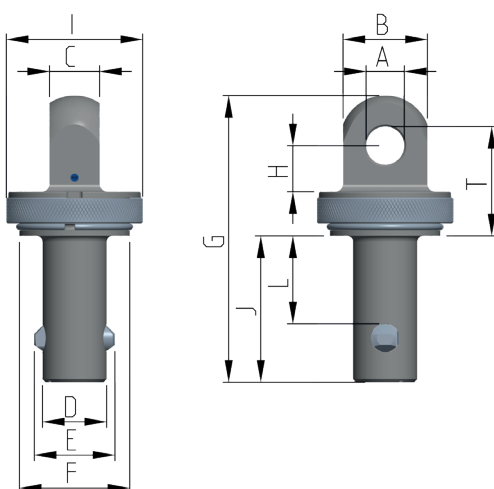

Abb. 15: Bemaßung
- Maß-Überprüfung der Tragelemente (vgl. Tabelle 3 / Abb. 15): Das Maß E darf um maximal 0,8 mm verringert sein.